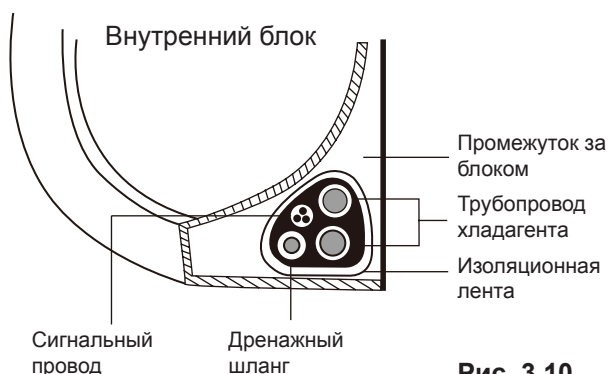

Рис. 3.10
1. Обвяжите дренажный шланг, трубы хладагента и сигнальный кабель, как показано на **рис. 3.10**.
3. С помощью теплоизолирующей ленты плотно обвяжите вместе сигнальный провод, трубы хладагента и дренажный шланг. Повторно проверьте, что комплект связан, как показано на **рис. 3.10**.